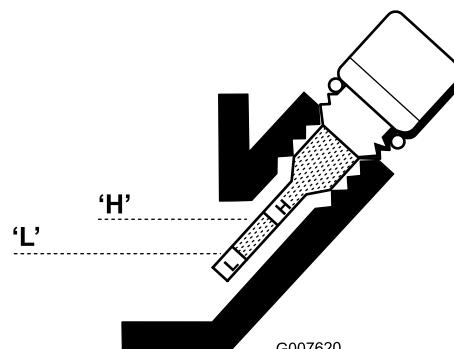

Figura 23
3. Tergete il misuratore e inseritelo nel foro del bocchettone; non avvitatelo nel foro. Estraetelo, e verificate il livello dell'olio. Se il livello è basso, rabboccate con olio finché il livello non sarà compreso tra i segni H ed L sul misuratore (Figura 23). Controllate di nuovo il livello dell'olio. Non riempite troppo.